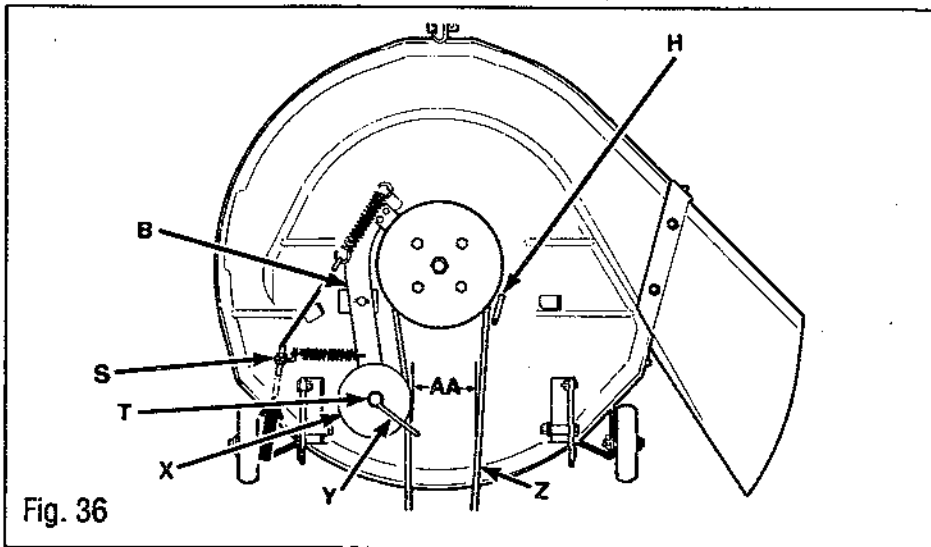

Fig. 36
6. Déconnecter le câble d'entraînement de la tondeuse (S, Fig. 36, 37 et 39) du ressort (H). Desserrer les écrous fixant le câble au support de câble (Voir Fig. 35). Retirer le câble de la tondeuse.
1. Retirer le guide de courroie (P, Fig. 34) et desserrer les guides (Y et H, Fig. 36).
2. Faire tourner le bras de tension (B, Fig. 36) en l'écartant du rouet et sortir la vieille courroie.
3. Installer la courroie neuve (Z) sous le guide de courroie (Y) sur la poulie (X).
4. Resserrer le boulon de la poulie de tension (T). S'assurer que le guide (Y) est approximativement dans la position montrée.